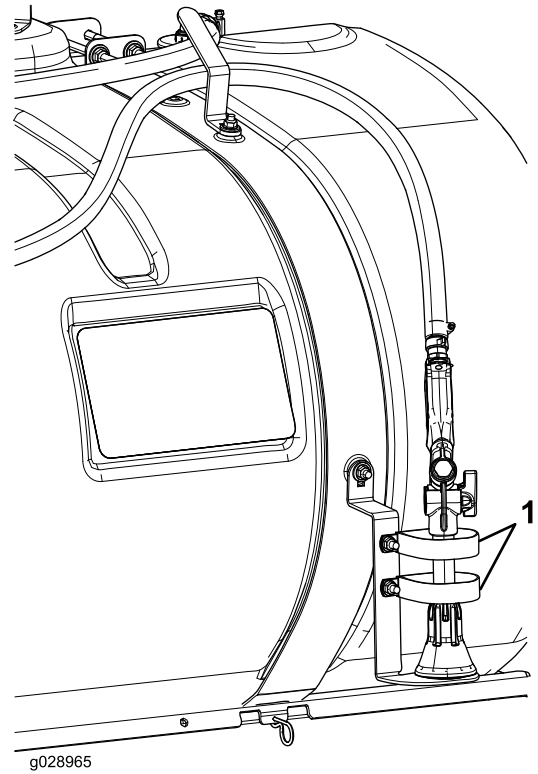

Figura 34
5. Instale o suporte da pistola de pulverização no parafuso de carroçaria com uma anilha e uma porca de bloqueio (5/16 pol.), conforme indicado na Figura 34.
Nota: Consulte a Figura 34 a posição correta dos grampos em R.
5. Coloque um tubo em redor dos ganchos do depósito e prenda a pistola nos grampos em R, como se mostra na Figura 34.